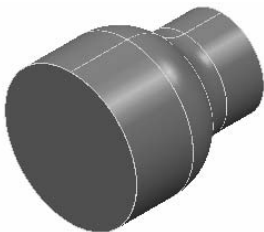

图 2-271 打开范例文件
2) 选择下拉菜单中的“文件”→“范例”命令，弹出“打开范例”对话框，选择“xuanzhuansizhou.dgk”(“随书光盘:\第2章\exercise25\uncompleted\xuanzhuansizhou.dgk”)文件，单击“打开”按钮即可，如图 2-271 所示。